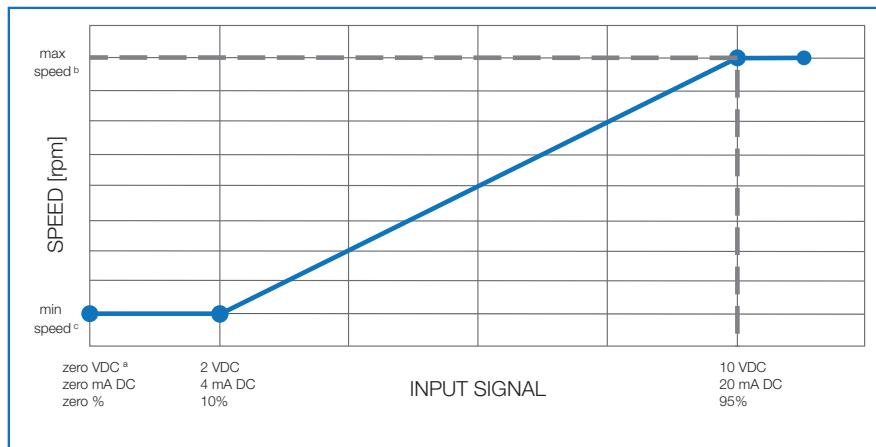

图8 - 控制输入参考
WEG EC 电机的运行速度可以通过直流电压信号、直流电流信号或频率信号进行调整。电机的运行速度将根据图 8 的规定进行。
- 根据图 8·将控制信号(第 5.2 条)连接到外部速度控制器；